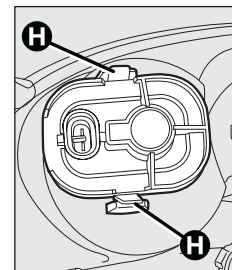

fig. 24
- per sostituire la luce retronebbia sganciare le mollette **H**-fig. 24, rimuovere la protezione e sostituire la lampada a "baionetta".